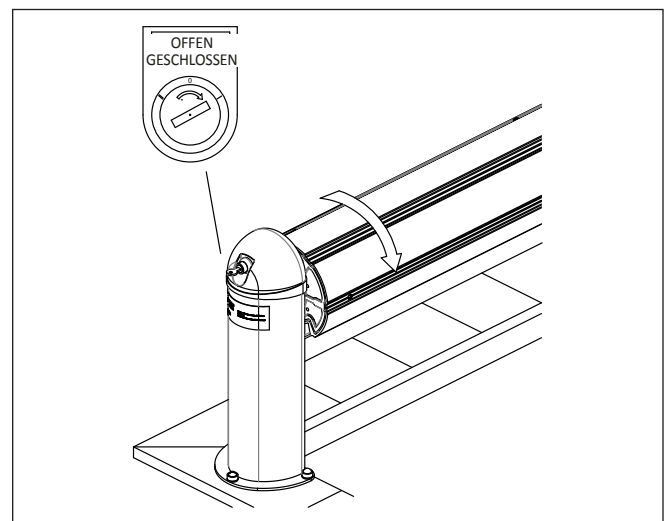

Abb. 20
4.1.3 Rotationstest Aufrollvorrichtung (Abb. 20)